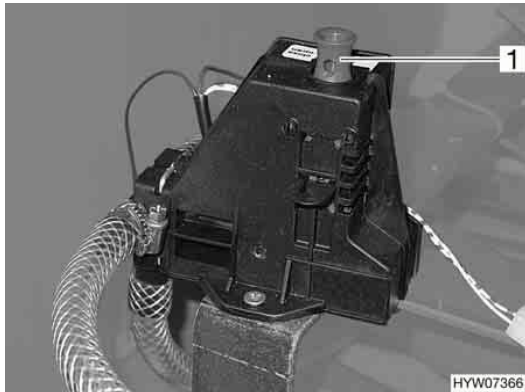

Fig. 65
**Valve de sécurité et de vidange :** Le chauffe-eau est équipé d'une valve de sécurité et de vidange (Fig. 65). La valve de sécurité et de vidange empêche que l'eau ne gèle dans le chauffe-eau lorsque le chauffage n'est pas allumé en cas de gel.